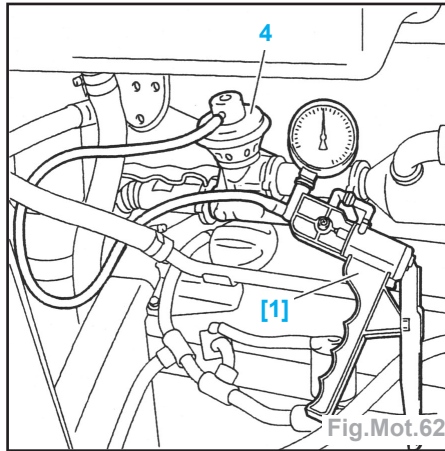

Fig.Mot.62
- Raccorder l'outil [1] sur le piquage de la capsule de la vanne EGR (4) (Fig.Mot.62).